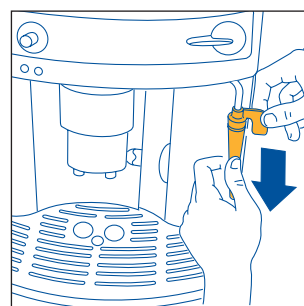

Fig.26
- Ta av dampdysen fra utslippsrøret ved å dra det nedover (fig. 26).